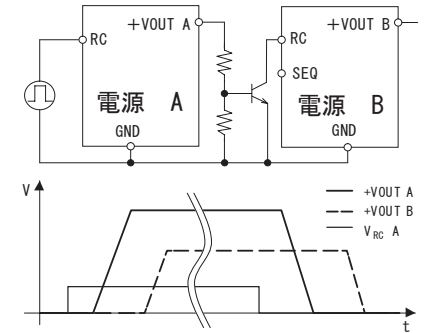

図4.10 接続方法とシーケンス例
■SEQ端子に印加する電圧を制御することで、複数の電源の起動シーケンスを制御できます。シーケンスと接続例を図4.10に示します。